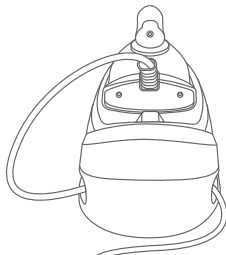

Fig. 1
1. Coloque la base de la estación de vapor (5) sobre una superficie estable, nivelada y firme.
2. Quite la manguera de entrada de vapor (12) del compartimento para guardarla (6). Desenrolle completamente la manguera de entrada de vapor y el cable de alimentación (13).
3. Asegúrese de que la plancha esté colocada correctamente sobre la plataforma con aislamiento térmico (11) (**vea la fig. 1**).